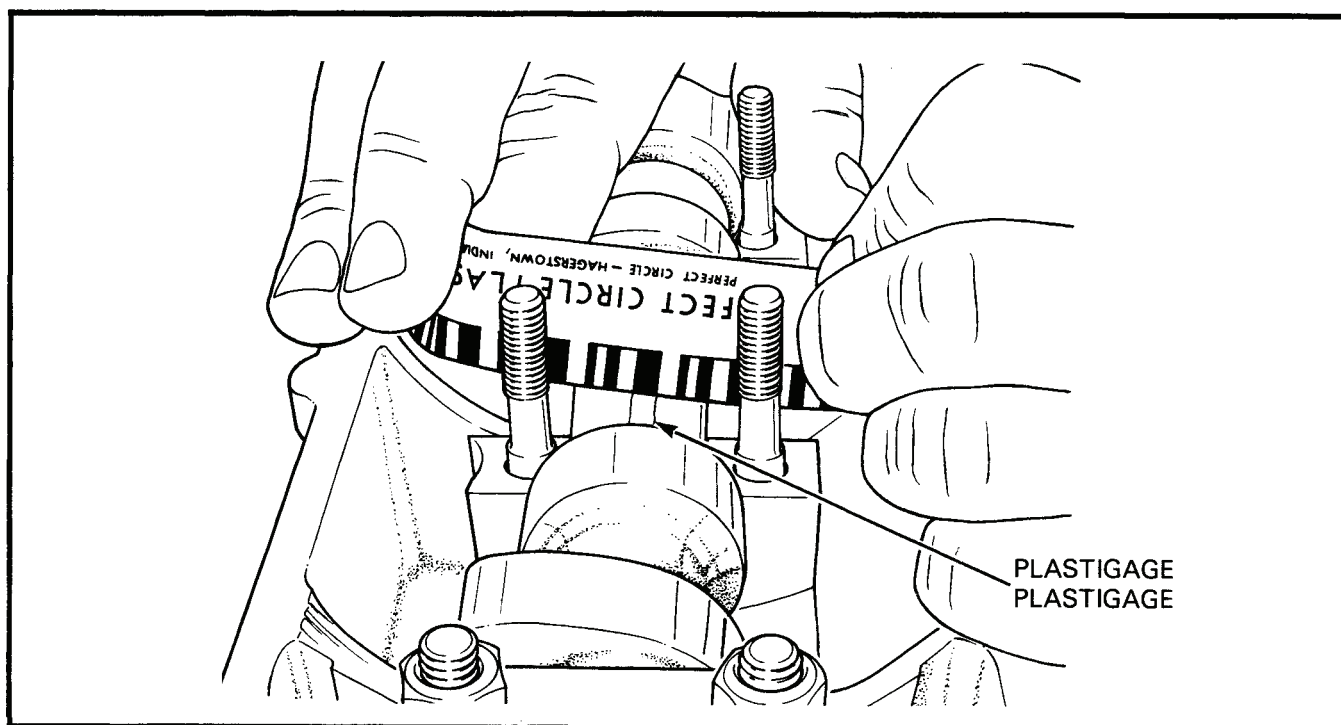

Figure 2-6-12 Measurement of Camshaft Bearing Clearance
- (4) Using the Plastigage package, measure the Plastigage squash, see Figure 2-6-12. The bearing clearance should be 0.02 mm to 0.05 mm. Replace the camshaft if the bearing clearance is greater than 0.05 mm. If the clearance is not within the specifications after replacing the camshaft, replace the cylinder head.
- (4) Au moyen du paquet de Plastigage, mesurer l'écrasement du Plastigage, voir figure 2-6-12. Le jeu des paliers devrait se trouver entre 0.02 mm et 0.05 mm. Remplacer l'arbre à cames si le jeu excède 0.05 mm. Si le jeu ne rencontre pas les spécifications après avoir remplacé l'arbre à cames, remplacer la culasse.